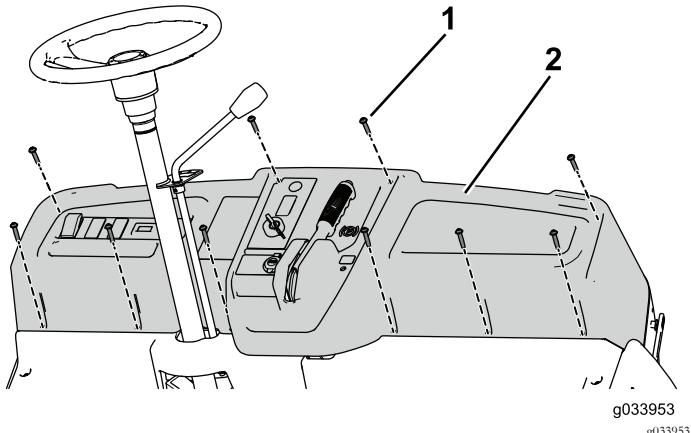

图32
9. 用 10 个螺丝  $1/4 \times 1-1/4$  英寸将仪表板固定到机器上 图32。